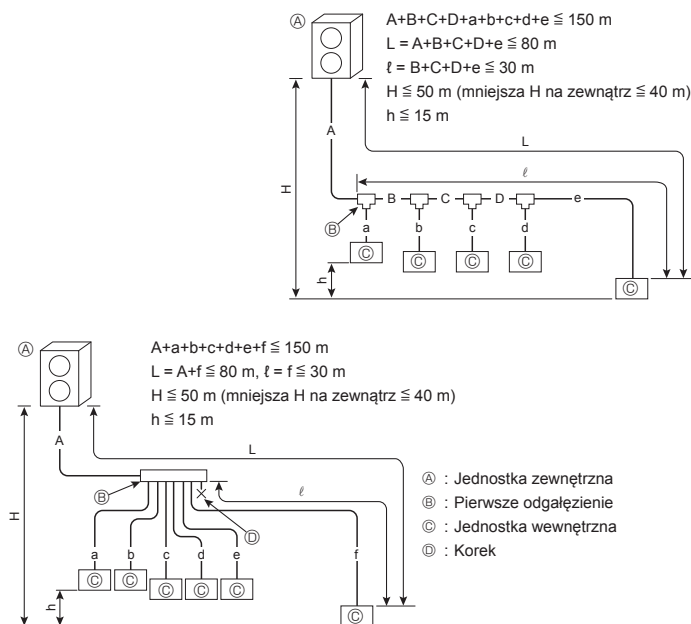

Fig. 4-1
4.1.1. Podłączenie bez skrzynki rozdzielczej (Fig. 4-1)